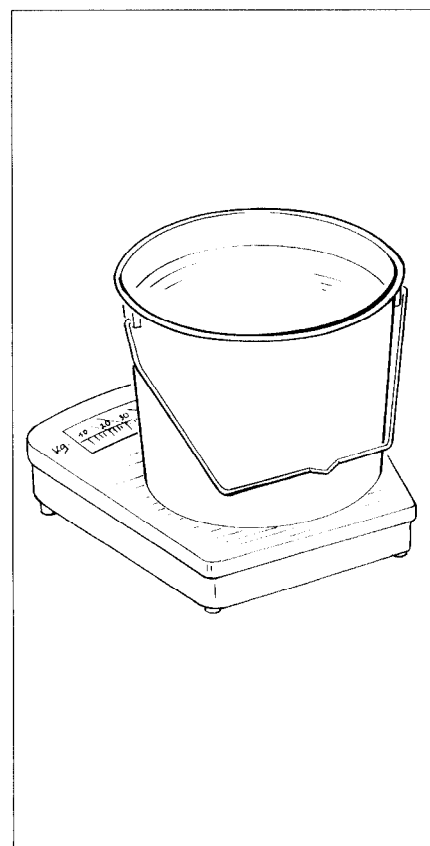

Fig. 8.8
- Die während der Abdrehprobe in den Abdrehmulden aufgefangene Saatgutmenge wiegen (Fig. 8.8) und mit dem Faktor "40" (bei 1/40 ha) bzw. Faktor "10" (bei 1/10 ha) multiplizieren.